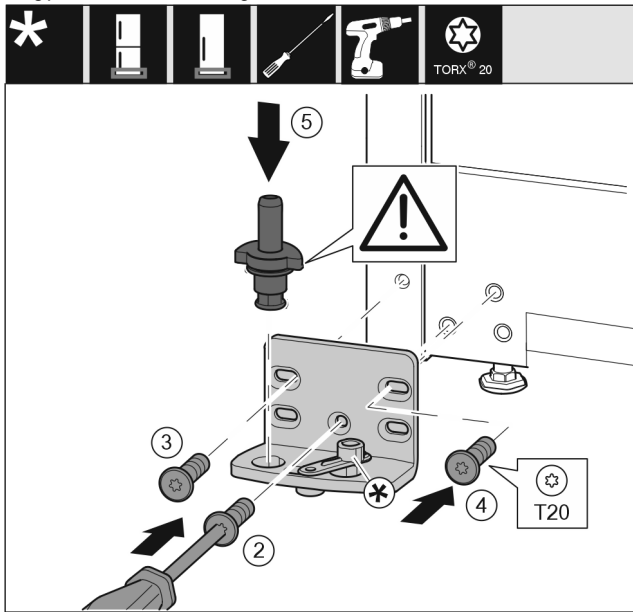

Fig. 36
- Helyezze fel a csapágybakot a másik oldalra, és húzza meg T20 csavarhúzóval. Alul középen a 2 számmal jelölt csavarral kezdjen. Fig. 36 (2)
- Húzza meg a 3 és 4 számmal jelölt csavart. Fig. 36 (3,4)
- Helyezze be teljesen a csapszeget. Közben ügyeljen arra, hogy a bekattanó bütyök hátrafelé mutasson. Fig. 36 (5)
- Helyezze fel a csapágybakot a másik oldalra, és húzza meg T20 csavarhúzóval. Alul középen a 2 számmal jelölt csavarral kezdjen. (2)
- Fordítsa el 180°-kal a záráscsillapítót. Csavarozza fel a T20 csavarhúzóval a csapágybak másik oldalára. (5)
- Helyezze be teljesen a csapszeget. Közben ügyeljen arra, hogy a bekattanó bütyök hátrafelé mutasson. (6)